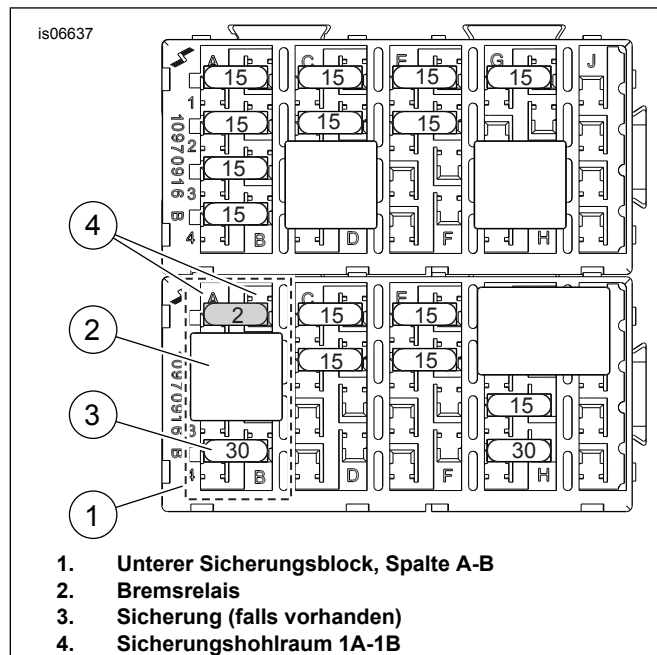

Abbildung 14. Sicherungshohlraum „P&A IGN“ (Touring-Modelle von 2008-2013)
3. Siehe Abbildung 14. Sicherungshohlraum 1A-1B (markiert mit „P&A IGN“, „2A MAX“ auf dem Deckel) am unteren Sicherungsblock (1) suchen. Das Bremsrelais (2) und die Sicherung (3, falls vorhanden) ausfindig machen, die gegenwärtig in Spalte A-B eingebaut sind, und deren Lage notieren.
7. Die 2-A-Sicherung (18) aus dem Satz in den Sicherungshohlraum 1A-1B (Siehe Abbildung 14. Abbildung 4) einsetzen, um den Stromkreis zu schließen.